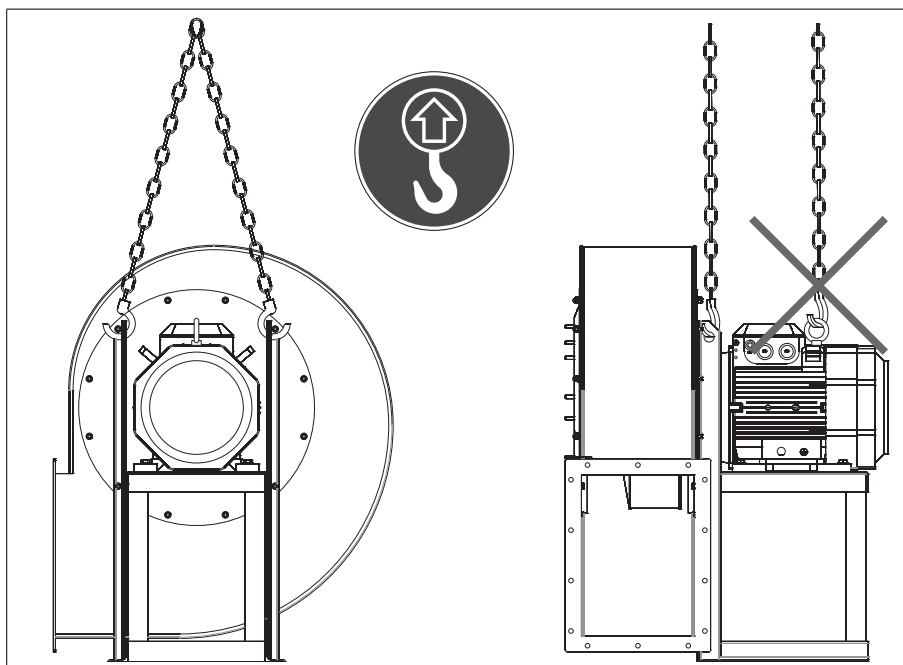

FIG. 11 (Punti di ancoraggio per il sollevamento del ventilatore)
È OBBLIGATORIO IMPIEGARE MEZZI IDONEI ALL'IMPIEGO (FUNI, BRACHE, CATENE, GRU, CARRELLO ELEVATORE, ECC.) IN CONFORMITÀ ALLE NORMATIVE VIGENTI IN MATERIA DI SICUREZZA, UTILIZZANDO I PUNTI DI AGGANCIO IDENTIFICATI DAL SEGNALE RIPORTATO IN FIG. 11.
4.2- Sollevamento del ventilatore (FIG. 11)
È necessario utilizzare gli appositi fori realizzati sul ventilatore (di solito sui longaroni della sedia v. FIG. 11) ed evidenziati con apposita segnaletica. Si consiglia l'utilizzo di braca di catena a 2 o più bracci, la cui scelta avverrà da parte dell'operatore addetto alla movimentazione dopo analisi delle dimensioni e massa del ventilatore da sollevare e trovando il giusto grado di simmetria per un sollevamento adeguato, utilizzare la norma 818-6:2000+A1:2008. È opportuno fare attenzione che bracci non utilizzati siano raccolti e agganciati per ridurre il rischio che oscillino e vadano ad impigliarsi e interferire durante la fase di sollevamento.
Le punte dei ganci devono essere sempre rivolte verso l'esterno FIG. 11.